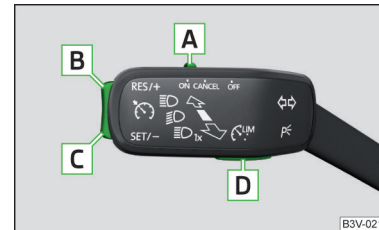

Abb. 179
### Übersicht der Bedienelemente der GRA » Abb. 179
- Durch das Betätigen der Taste **D** » Abb. 179.
- Durch das Betätigen der Taste **D** » Abb. 179 während der Regelung wird diese abgebrochen und es wird der Geschwindigkeitsbegrenzer aktiviert.